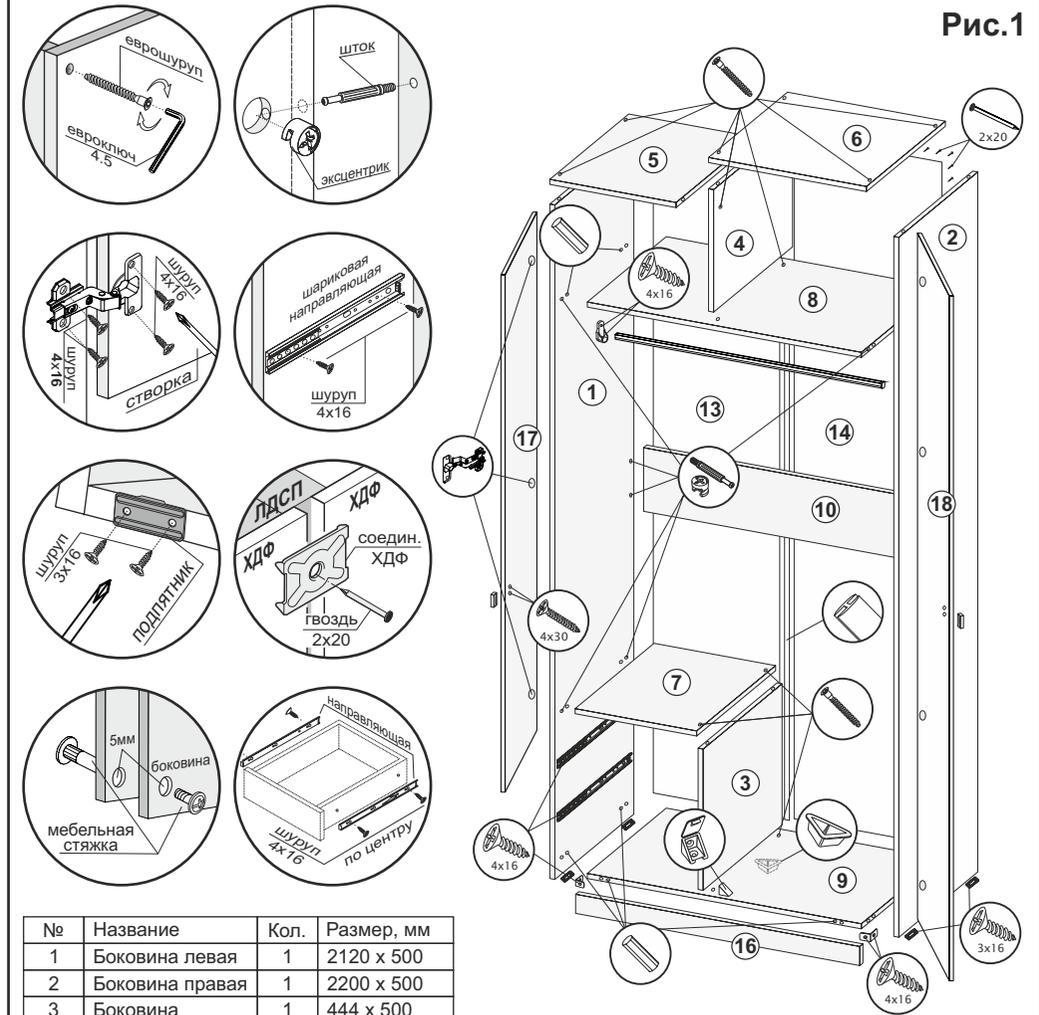

Рис.1
1. Шурупами 3x16 прикрутить подпятники к боковинам (1,2) (рис.1).
2. К боковинам (1,3) прикрутить направляющие шурупами 4x16 (рис.1).
3. Соединить боковины (1,2), стяжки (8,9), планку (10) и крышу (7) с помощью шкантов и эксцентриков (рис.1).
4. К собранной части изделия монтировать боковину (3), поперечину (4) и крыши (5,6), используя еврошурупы (рис.1).
5. Замерить диагонали секции (они должны быть равны: +/- 2 мм). Прибить гвоздями 2x20 заднюю стенку, состоящую из ХДФ (13,14), соединительной планки и соединителей ДВП/ХДФ. ХДФ (13,14) к планке (10) прибивать гвоздями 1,6x16 (рис.1).
6. Перевернуть изделие лицевой частью вверх. Прикрутить мебельную опору по центру стяжки(9) шурупами 4x16 П/Ш. Установить цоколь (16) на стяжку (9) с помощью шкантов и эксцентриков, затем зафиксировать с боковинами (1,2), прикрутив уголки 20x20 шурупами 4x16 (рис.1).
8. Через планку (10) закрепить шкаф к стене. **Так как материалы стен различаются, крепеж для фиксации к стене не прилагается. Для выбора подходящего крепежа обратитесь в местный специализированный магазин.**
9. Шурупами 4x16 прикрутить скалкодержатели к боковинам (1,2) и установить скалку (рис.1).
10. Вровень с торцевой поверхностью боковины (3) по месту прикрутить пластмассовый уголок шурупами 4x16 (рис.1).
11. **Только после окончательной сборки изделия** навесить створки (17,18) на короб шкафа, используя петли и шурупы 4x16 (рис.1). Отрегулировать петли.
12. К створкам (17,18) прикрутить ручки шурупами 4x30 (рис.1).